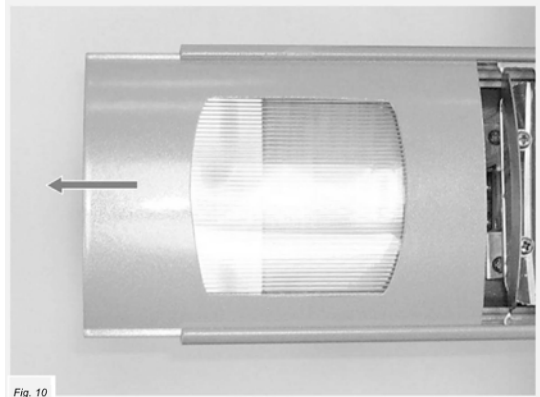

Fig. 10
4. Schuif de afsluitingen van de zijkanten uit het toestel om bij de gloeilamp(en) te komen, zoals weergegeven in fig. 10.